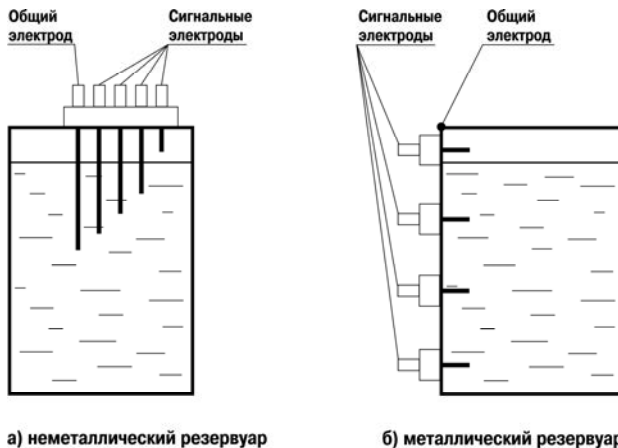

Рисунок 3.3
Примечание - При контроле уровней жидкости в металлическом резервуаре в качестве общего электрода может быть использован корпус резервуара при условии, что корпус резервуара не заземлен (рисунок 3.3, б).
5.2.2 Производится подключение общего электрода датчика уровня к контакту блока «Вход 0» (рис. 3.3). Остальные электроды являются сигнальными и подключаются к одноименным входам блока (контакты «Вход 1», «Вход 2», «Вход 3» и «Вход 4» на схеме подключения, см. Приложение А).